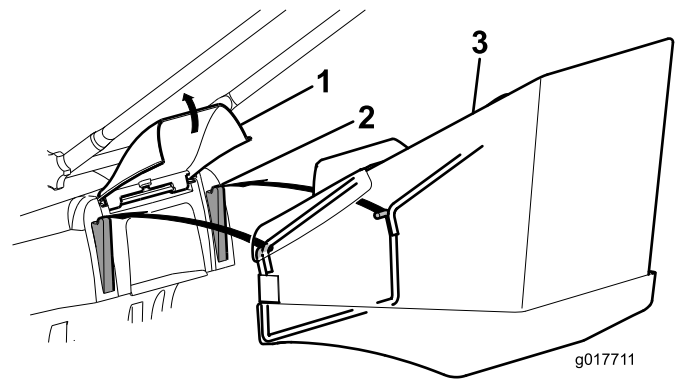

Bild 14
1. Heben Sie die Heckklappe an, entfernen Sie den Mulchverschluss (Bild 15) und setzen Sie den Fangkorb auf die Niete (Bild 14).